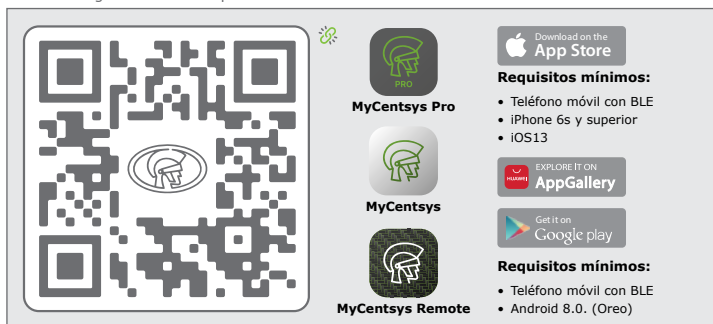

FIGURA 59
1. Toque o escanee el código QR vinculado al ícono de la App Store correspondiente en la Figura 59.